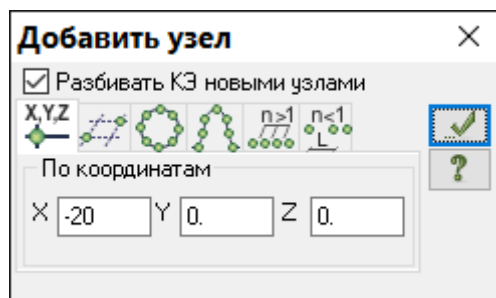

Рис.8.4. Диалоговое окно **Добавить узел**
- В этом диалоговом окне задайте координаты левого нижнего узла (рис.8.4):